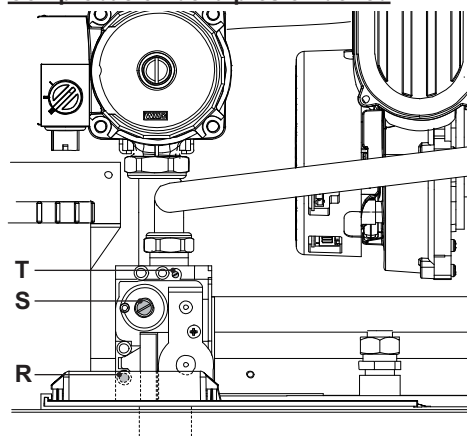

Fig. 7.1
usando la toma (R) mostrada en la Fig. 7.1 y compare el valor medido con los expuestos en las tablas de presiones de alimentación del gas incluidas en la sección "Datos técnicos Mare 55" pág. 22.
- Vuelva a cerrar bien la toma de presión (R) mostrada en la Fig. 7.1.